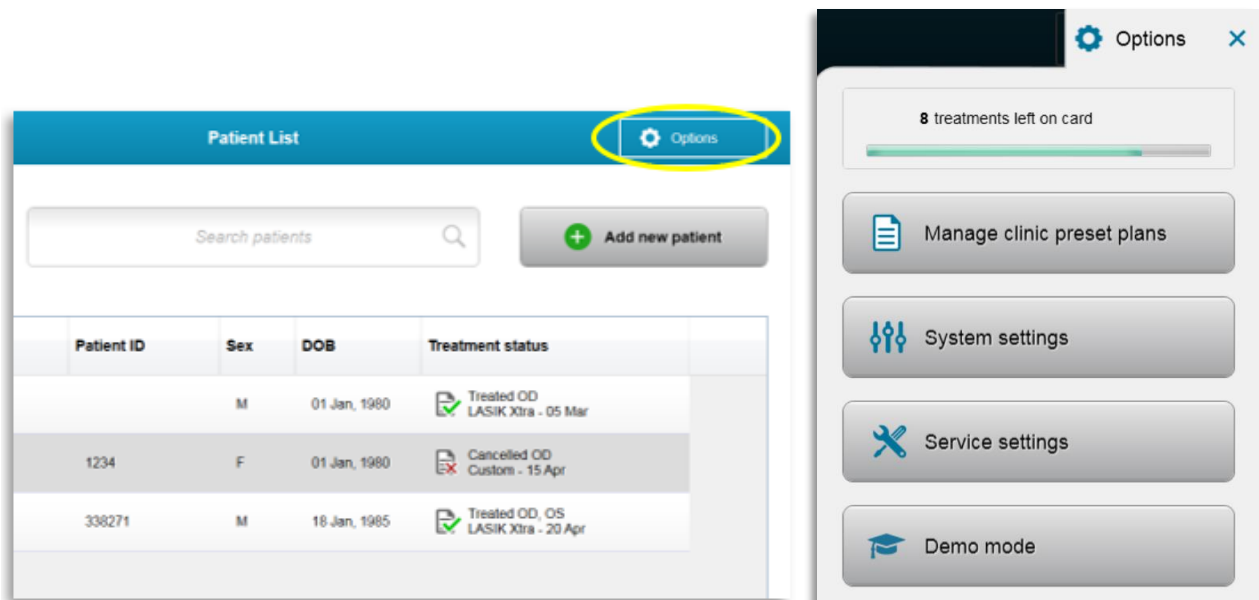

Figure 3-50. Appuyer sur le bouton « Options »
- Dans l'écran d'accueil Patient List (Liste de patients), appuyez sur le bouton « Options » pour afficher les 4 menus Options, comme illustré à la figure 3-50.